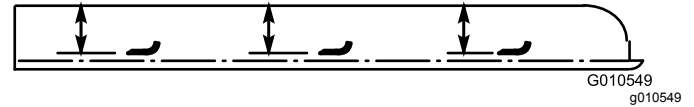

Figura 30
2. Gire la cuchilla hasta que los extremos estén orientados hacia adelante y hacia atrás. Mida desde el interior de la unidad de corte al filo de corte en la parte delantera de la cuchilla (Figura 30) y recuerde esta dimensión.